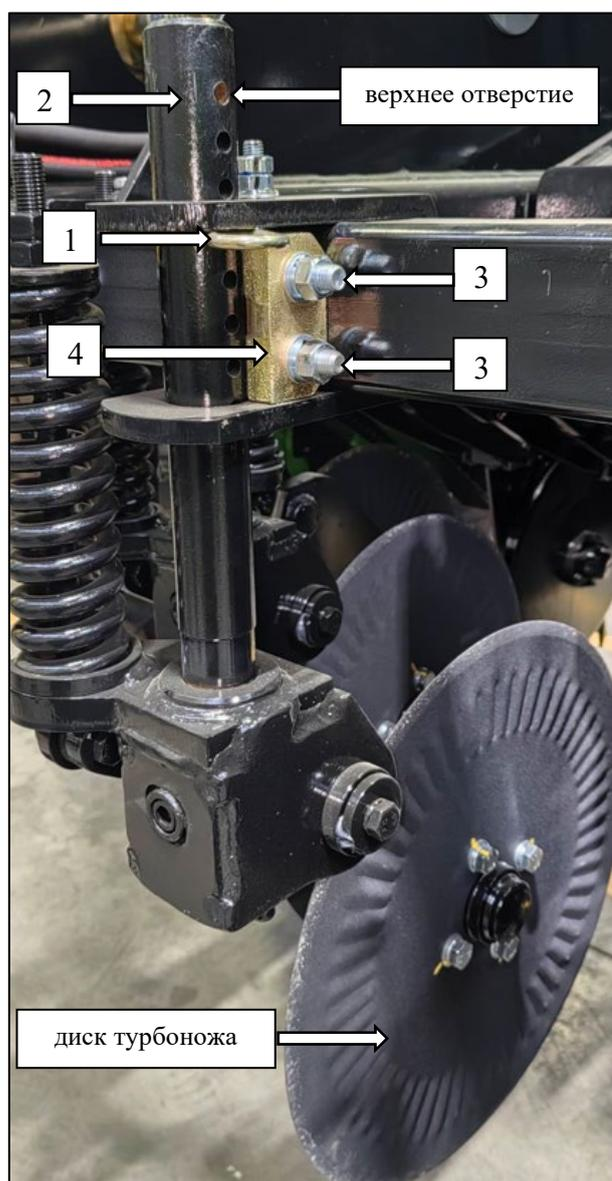

Рисунок 33 – Регулировка глубины прорезания борозды
Для регулировки глубины прорезания борозды турбоножом необходимо (см. рис. 33):
1. Извлечь шток (1) и установить его в верхнее отверстие стойки (2) (для того, чтобы исключить свободное падение стойки турбоножа);
2. Ослабить гайки (3) упора (4);
3. Поднять или опустить стойку (2);
4. Затянуть гайки (3) упора (4) для фиксации стойки (2);
5. Установить шток (1) так, как показано на рис. 33.